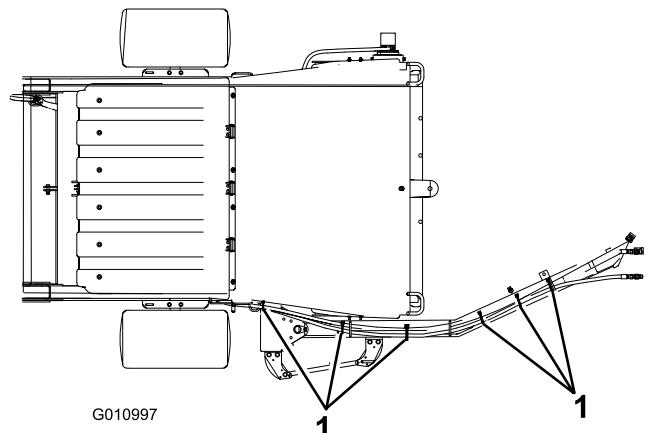
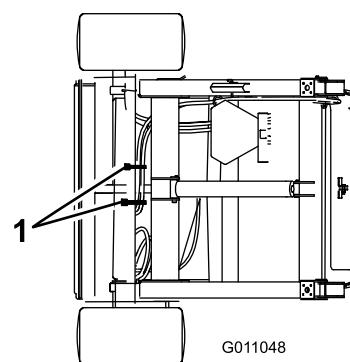

Figure 11
Figure 12
2. Fixez les flexibles hydrauliques et le faisceau de câblage comme illustré aux Figure 11 et Figure 12.